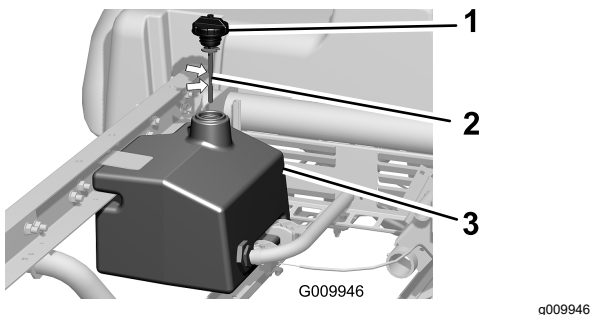

Рисунок 21
1. Очистите зону вокруг заливной горловины и крышки гидравлического бака (Рисунок 21).